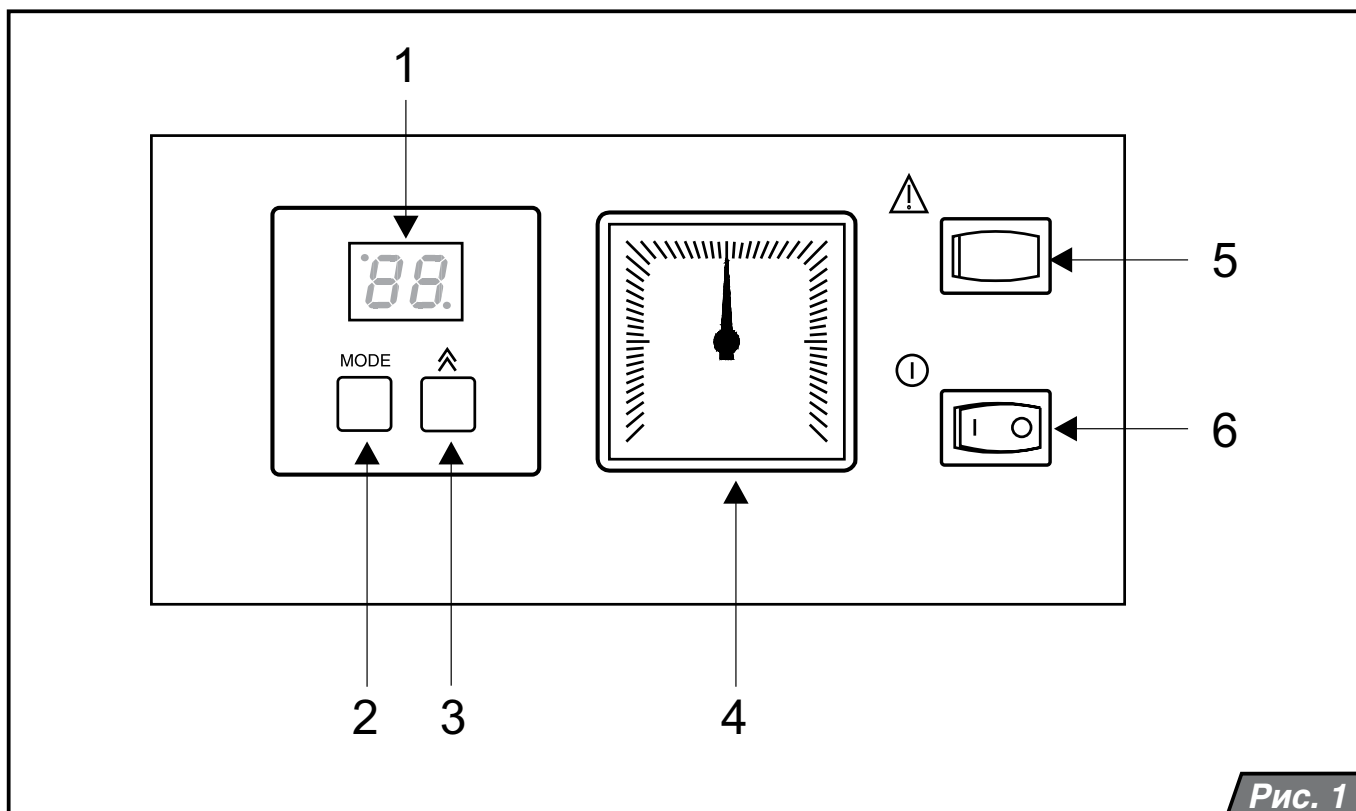

Рис. 1
Главный выключатель (рис.1, поз.6) предназначен для включения и выключения котла. Он располагается в правой части панели управления.
Описание элементов управления (рис. 1):
В случае если к котлу не был подключен датчик температуры воды в бойлере, нажмите кнопку MODE 1 раз (рис.1, поз.2). Если датчик
Давление в системе отопления постоянно отображается на манометре котла (рис.1, поз.4).
4. давление в системе отопления находится в допустимых пределах 1 – 2 бара. Установите главный выключатель (рис. 1, поз. 6) в положение ВКЛЮЧЕНО (I). Котел включится и начнет работать в режиме ГВС (если бойлер подключен к котлу). После нагрева ГВС котел переключится на режим отопления (при условии, что режим отопления активен). В случае защитного отключения котла на дисплее панели управления появится сообщение о
неисправности (см. „Сообщения об ошибках“; стр.8). С помощью кнопки RESET (рис. 1, поз. 5) разблокируйте котел. Если, после включения, защитное отключение повторится, или невозможно будет произвести разблокировку котла, обратитесь в сервисную организацию.
При кратковременном отключении котла установите главный выключатель (рис. 1, поз. 6) в положение ВЫКЛЮЧЕНО (O). При выключении котла на длительный период необходимо отключить его от электрической сети и перекрыть подачу газа в котел. Если в зимний период котел не используется, то систему отопления необходимо опорожнить. Однако необходимо избегать частых сливов и подпиток системы отопления во избежание образования накипи и отложений внутри котла.